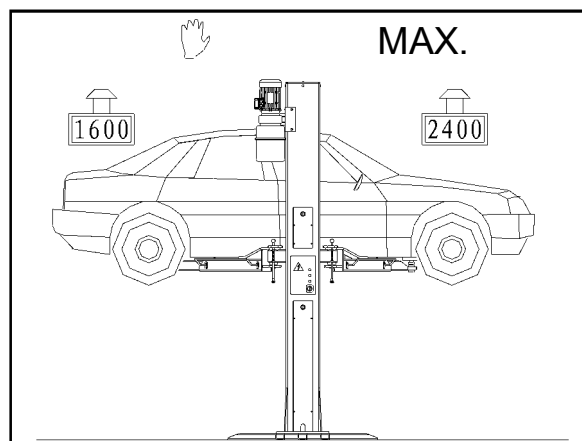
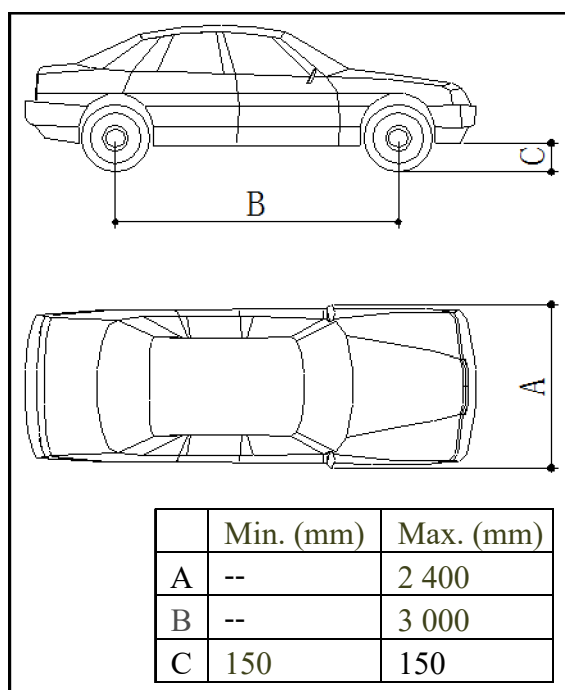

Fig. 7 Viktfördelning
Fig. 6
- ◆ Endast godkända fordon (*fig. 6 och fig. 7*) lyfts utan att överskrida kapaciteten och de övergripande dimensionerna.